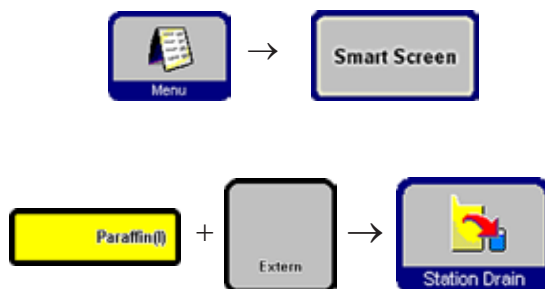

Fig. 56
- Selecione o reservatório de parafina a ser drenado e o recipiente remoto ("Extern", Fig. 56). Pressione a seguir **STATION DRAIN**.